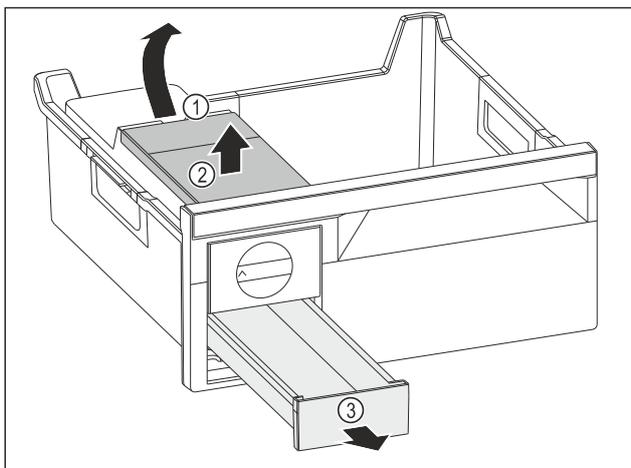

Fig. 88
- ▶ Retirer le réservoir d'eau : Soulever le réservoir d'eau hors de l'évidement Fig. 88 (1).
- ▶ Retirer le réservoir d'eau Fig. 88 (2) vers le haut.
- ▶ Retirer le compartiment à glaçons Fig. 88 (3) vers l'avant.